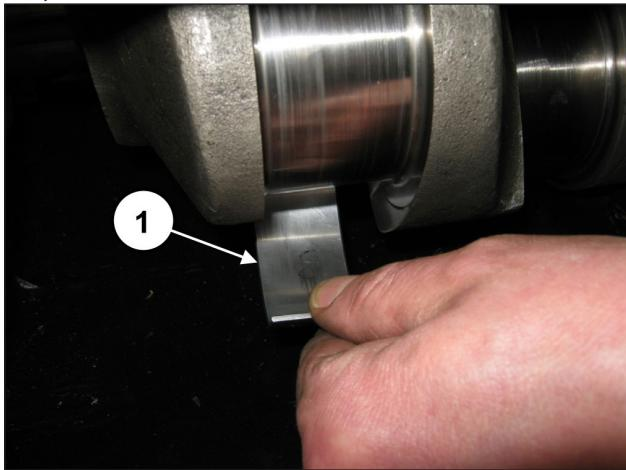

Рис. 20
Выньте три верхних полуподшипника из половинок шатунов (поз. ①, Рис. 20).